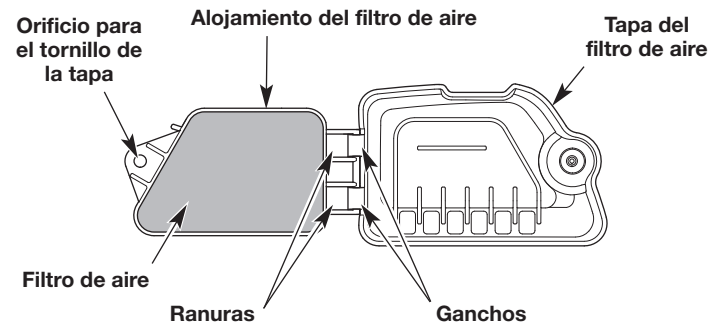

Fig. 17
2. Extraiga el filtro de aire y la pantalla que está detrás del mismo (Fig. 17).
6. Vuelva a instalar el filtro de aire y la pantalla que está detrás del mismo (Fig. 17).
7. Inserte los ganchos del alojamiento del filtro de aire dentro de las ranuras de la tapa del filtro de aire (Fig. 17).
8. Debe girar la tapa del filtro de aire hacia la izquierda y alinear el tornillo de la tapa con el orificio destinado a dicho tornillo (Fig. 17). Apriete el tornillo de la tapa para sujetar dicha tapa.